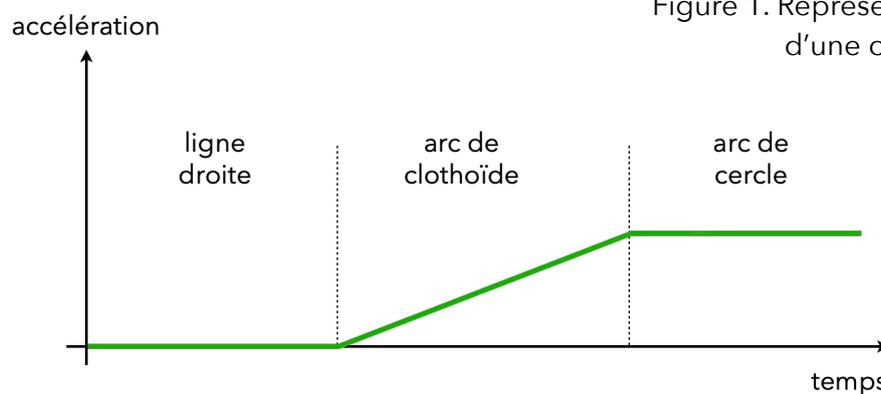

Figure 2. Évolution de l'accélération sur un raccordement routier
Q.1. Déterminer la valeur de l'accélération du véhicule sur la portion OP à partir de la figure 2 et caractériser le mouvement du véhicule.